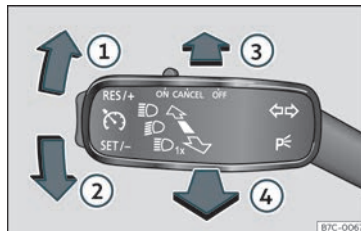

Fig. 90 Palanca d'intermitents i de llum de carretera.
- Des de la posició base, premeu cap endavant la palanca dels intermitents i llum de carretera » » » **fig. 90** ③. Quan es mostri l'indicador  a la pantalla del quadre d'instruments, l'assistent del llum de carretera estarà connectat.
- **O BÉ:** amb el llum de carretera connectat, estireu cap enrere la palanca dels intermitents i del llum de carretera » » » **fig. 90** ④.